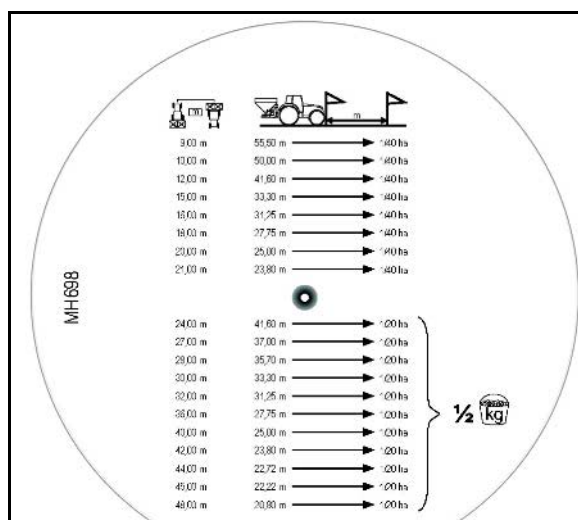
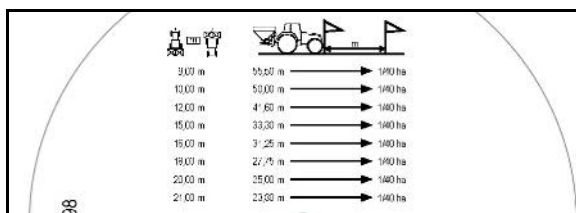

Bild 65
Bild. 67
1. Haka fast uppfångningsbehållaren (Bild. 67/1) med handtag (Bild. 67/2) på utloppsrännan (Bild. 67/3). Haka i uppfångningsbehållaren i klämanordningen (Bild. 67/4 o. Bild 65/1).
2. Öppna sidospjällen (Bild. 67/5) på utloppsrännan helt i ca 5 sek. med hjälp av rep (Bild. 67/6) (för att säkerställa regelbundet gödselutflöde). Härfter hålls den uppfångade gödselmängden tillbaka i spridaren.